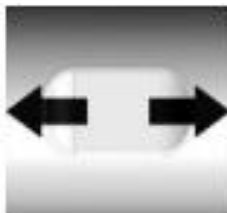

Figura 1. Flechas para guiar la conexión del cable de interfaz y el catéter.
1. Asegúrese de que cada extremo del cable esté conectado al equipo correspondiente. La conexión del catéter se indica con las flechas (Figura 1). El cable se conecta al catéter mediante la alineación de las flechas en el SentiCath Catheter Interface Cable con las flechas en el mango del Catéter SentiCath o el Catéter AcQMap.